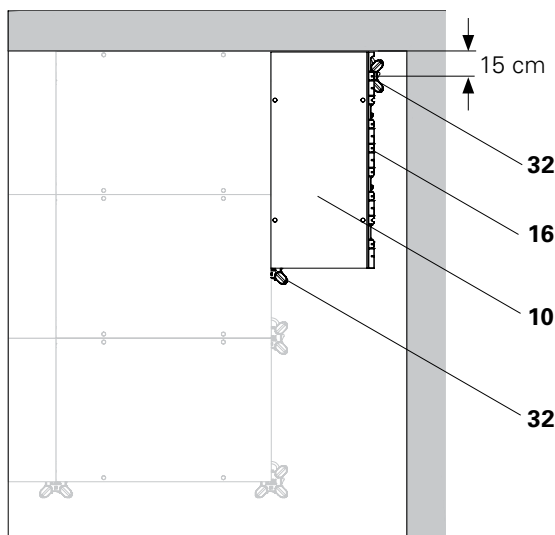

Fig. D3.02a
3. Inserire in obliquo il puntello con la testa d'appoggio DFH (32) che fuoriesce dal bordo del pannello, quindi metterlo a piombo spingendolo verso l'esterno. Distanza dalla parete 15 cm. (Fig. D3.02a)